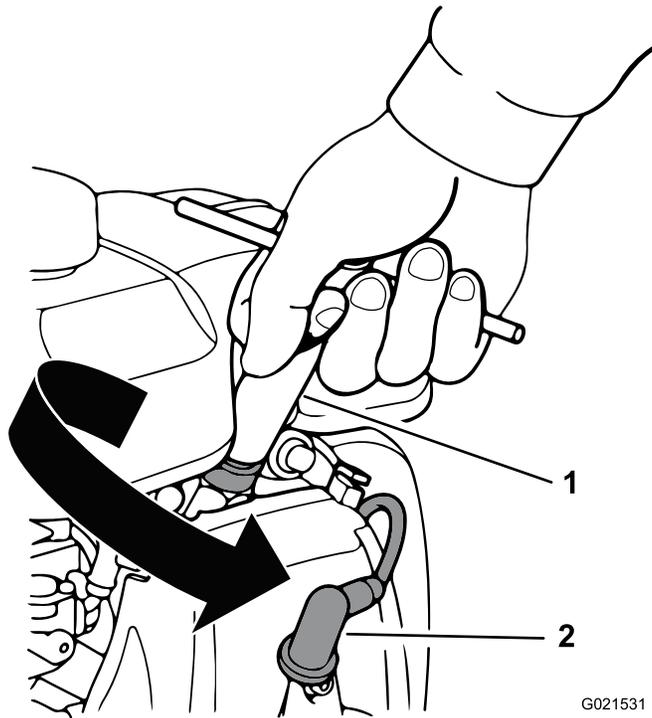

Figure 26
5. Avec une clé à bougies de 16 mm (5/8 po), tournez la bougie dans le sens antihoraire pour la déposer ainsi que la rondelle d'étanchéité (Figure 26).
2. Avec une clé à bougies de 16 mm (5/8 po), tournez la bougie dans le sens horaire jusqu'à ce qu'elle soit en place avec sa rondelle d'étanchéité (Figure 26).
4. Poussez le fil sur la borne de la bougie (Figure 26).